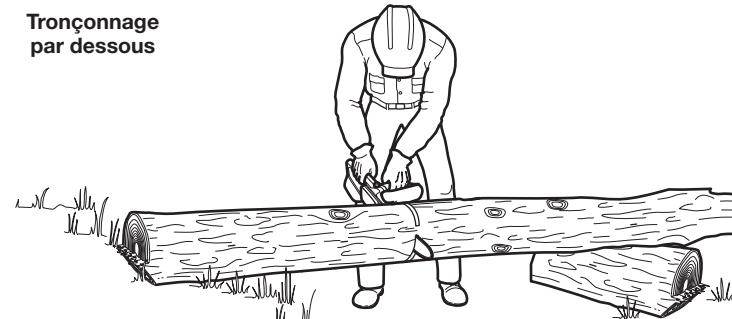

Fig. 22
1. Commencez à couper par le bas, avec le haut de la chaîne de la tronçonneuse contre le bas de la bûche (Fig. 22).